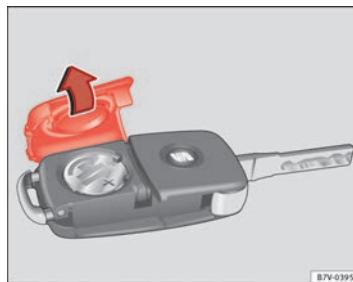

Fig. 43 Chiave del veicolo: coperchio del vano della batteria.
La batteria si trova nella parte posteriore della chiave del veicolo, sotto un coperchio ⇒ **fig. 43**.
- Togliere il coperchio della parte posteriore della chiave del veicolo ⇒ **fig. 43** nel senso della freccia ⇒ **①**.
- Posizionare il coperchio della chiave del veicolo, premendolo come indicato ⇒ **fig. 43**, nel senso contrario alla freccia, fino a che si incastra.